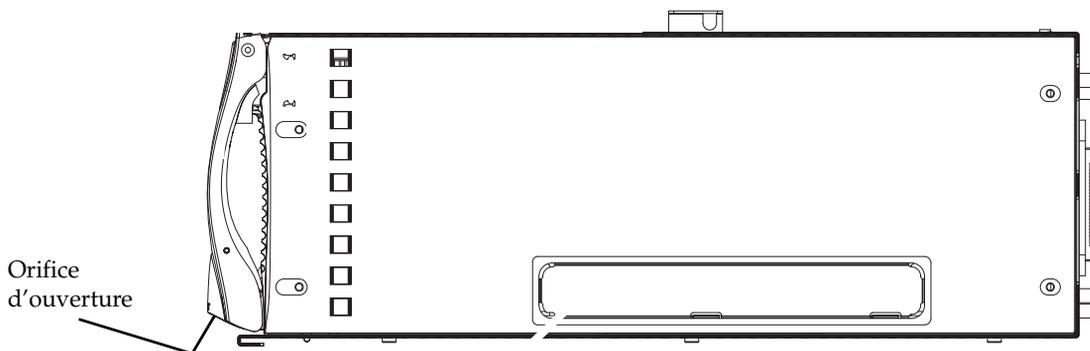

FIGURE 12-4 Mécanisme de verrouillage du serveur Blade
2. **Si nécessaire, ouvrez le levier du serveur Blade en insérant un doigt dans l'orifice d'ouverture et tirez le levier vers l'avant et le haut, afin de déverrouiller le levier (FIGURE 12-4).**